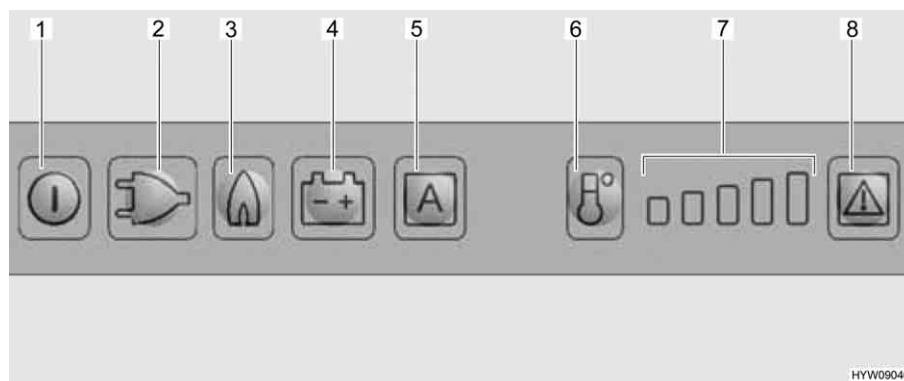

Fig. 130 Elementi di comando del frigorifero
Se è impostata la modalità di funzionamento "AES", la tensione a 230 V **non** è allacciata e il motore del veicolo è **spento**, il sistema AES seleziona il rifornimento di gas. Selezionando il funzionamento a gas, il dispositivo di sicurezza si apre automaticamente, così che il gas possa fluire al bruciatore. Contemporaneamente si inserisce l'accenditore elettronico. Se la fiamma del gas si spegne, p. es. a causa di un colpo di vento, l'accenditore viene subito azionato riaccendendo il gas. In caso di guasto del funzionamento a gas, i tasti luminosi relativi a gas (Fig. 130,3) e guasto (Fig. 130,8) lampeggiano e viene emesso un segnale acustico per 20 secondi.
Dopo l'accensione il frigorifero seleziona automaticamente la regolazione intermedia del termostato. Questa regolazione può essere modificata manualmente tramite il tasto di selezione del livello di temperatura (Fig. 130,6). Le spie di controllo (Fig. 130,7) indicano la temperatura selezionata sul termostato. Il tasto di selezione del livello di temperatura permette di regolare la temperatura di refrigerazione per tutti e tre i tipi di energia. Ci vogliono alcune ore prima che il frigorifero raggiunga la temperatura normale di esercizio. Cambiando la modalità di funzionamento la regolazione del termostato non viene modificata. La temperatura di refrigerazione è indipendente dal tipo di energia utilizzata.
- Premere il tasto On/Off (Fig. 130,1) per circa 2 secondi. Il frigorifero si accende e viene visualizzato l'ultimo tipo di energia impostato, oppure "AES".
- Impostare la temperatura di refrigerazione con il tasto di selezione del livello di temperatura (Fig. 130,6). Le spie di controllo (Fig. 130,7) indicano la temperatura selezionata sul termostato.
- Premere il tasto On/Off (Fig. 130,1) per circa 2 secondi. Il frigorifero si spegne e le indicazioni smettono di lampeggiare.